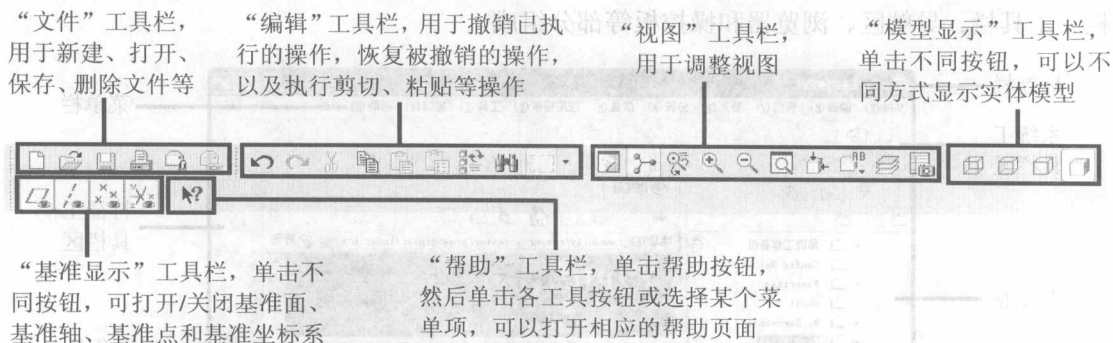

图 1-5 系统工具栏
- ✧ **系统工具栏区**：位于菜单栏的下方，由“文件”、“编辑”、“视图”、“模型显示”和“基准显示”工具栏组成，系统将常用的操作命令以图标按钮的形式显示在这些工具栏中，如图 1-5 所示。